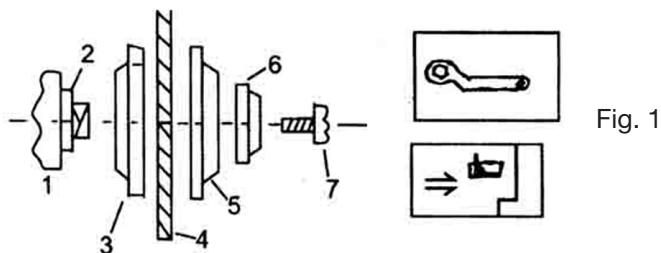

Fig. 1
3. Dans l'ordre indiqué, enlevez la rondelle, la bride externe, la bague protectrice, la lame abrasive et la bride interne (Fig. 1).